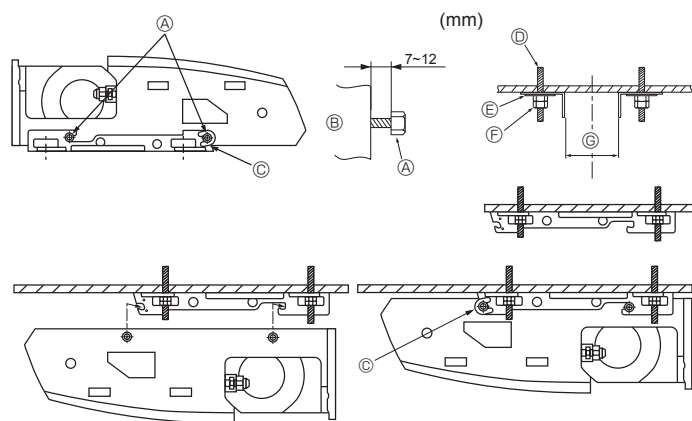

Fig. 3-6
2) Montering af ophængningsbeslaget i loftet først (Fig. 3-6)